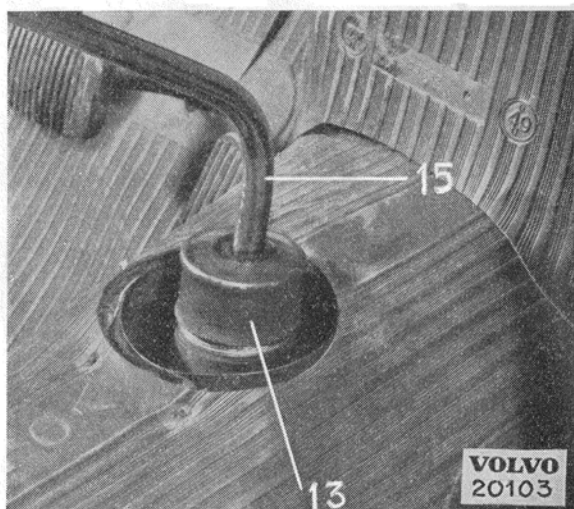

Bild 5.
1. Tag bort växelspaken (15 bild 5) genom att skruva av den gängade kåpan (13) och lyfta spaken rakt upp.